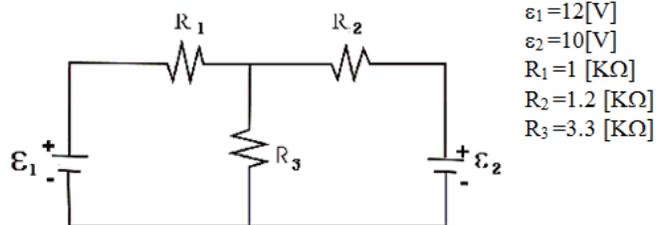

Figura 4.6 Circuito resistivo serie-paralelo, con dos FEMs
- i) Arme el circuito mostrado en la figura 4.6.
6. Con los valores indicados en el circuito de la figura 4.6 encuentre de manera teórica la intensidad de corriente y el voltaje para cada resistencia.
7. ¿Qué concluye respecto a los valores obtenidos experimentalmente y teóricamente en el circuito de la figura 4.6?